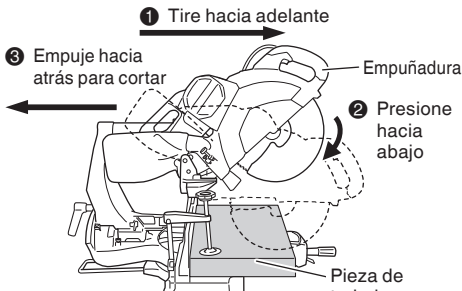

Fig. 27
(1) Piezas de trabajo de hasta 4-3/16" (107 mm) de altura y 12-1/4" (312 mm) de anchura: Afloje la perilla (A) de inmovilización de deslizamiento, sujete la empuñadura, y deslice la hoja de sierra hacia adelante. Después presione hacia abajo la empuñadura y deslice la hoja de sierra hacia atrás para cortar la pieza de trabajo como se indica en la Fig. 27. Esto facilitará el corte de piezas de trabajo de hasta 4-3/16" (107 mm) de altura y 12-1/4" (312 mm) de anchura.
- (2) Piezas de trabajo de hasta 4-11/16" (120 mm) de altura y 10-3/16" (260 mm) de anchura: Las piezas de trabajo de hasta 4-11/16" (120 mm) de altura y 10-3/16" (260 mm) de anchura podrán cortarse de la misma forma que la descrita en el párrafo 6-(1) anterior.
- ⚠ ADVERTENCIA:** * Para el corte deslizable, siga los procedimientos indicados en la Fig. 27 anterior.